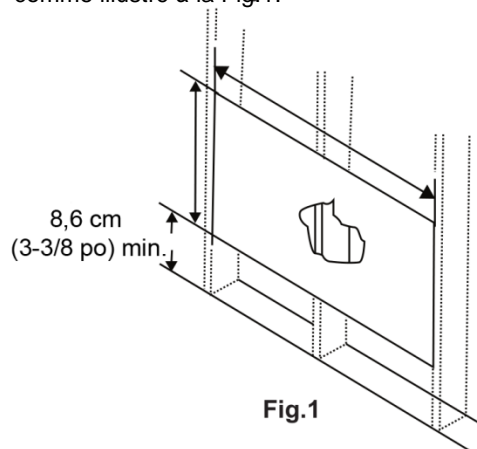
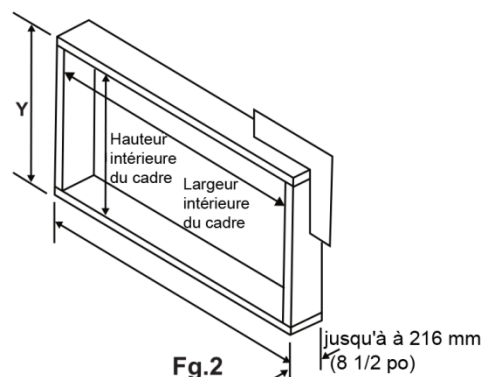

Fig.1
Fig.2
3. Mesurez entre les bords intérieurs tous les deux montants, comme illustré à la Fig.1.
Mesurez et coupez soigneusement une ouverture avec les dimensions suivantes en fonction de votre modèle. Voir Fig. 1 et Fig. 2.